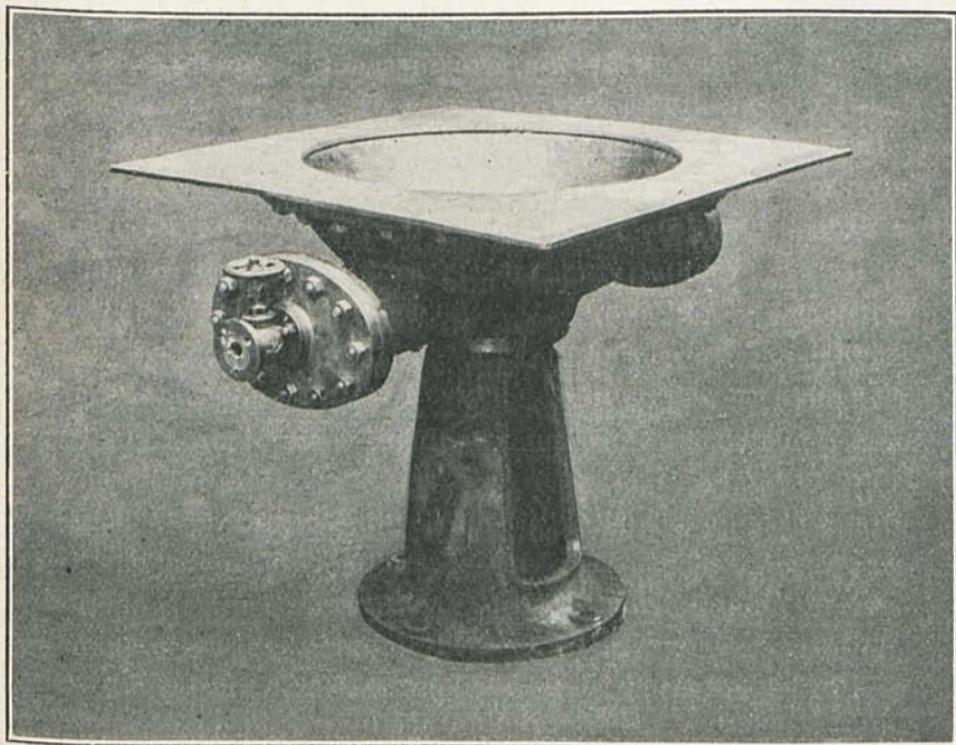

FIG. 47. — Cuiseur.
*Cuisseurs.* — Ils se composent de bassines en cuivre rouge de 0m,60 d'ouverture, d'une épaisseur de 0m,01 et d'un double fond en fonte de 0m,025 d'épaisseur. Ce double fond porte deux tubulures, *revenues de fonte*, pour l'entrée et l'échappement de la vapeur; les cuiseurs communiquent entre eux et le dernier est suivi d'un purgeur automatique qui a pour but de régler automatiquement l'échappement des eaux de condensation ou l'excès de vapeur s'il venait à s'en produire, afin d'éviter tous les inconvénients qui pourraient en résulter (*fig. 47*).